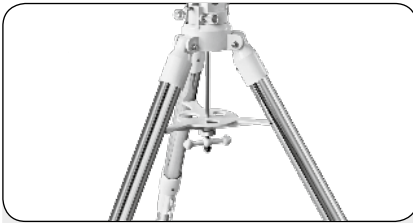

Рис. 3: Тренога
- 38 Фиксаторы высоты ножек треноги. Обеспечивают поддержку выставленной высоты треноги. См. рис. 3.
2. Блокировка ножек треноги. Разводите ножки до тех пор, пока растяжки паука не распрямятся полностью (рис. 3).